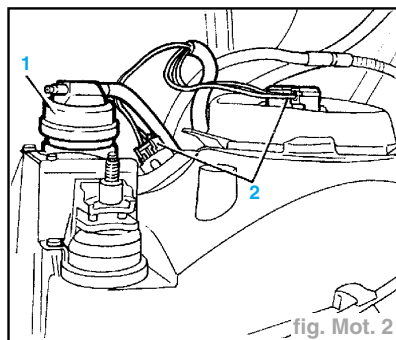

fig. Mot. 2
- déposer l'actionneur (1) de réglage de l'assiette des projecteurs et débrancher les connecteurs électriques (2) des lampes (D et G) (fig. Mot. 2).